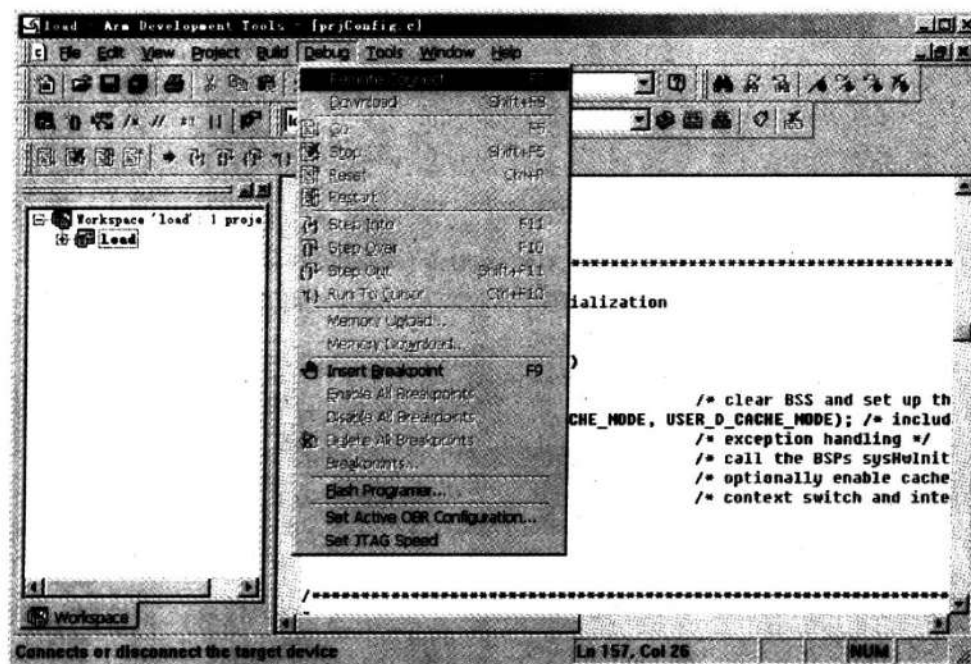

图 4-24 链接目标机和下载程序
④ 下载程序。首先与目标机建立通信连接,然后使用 download 将程序下载到目标板上,如图 4-24 所示。